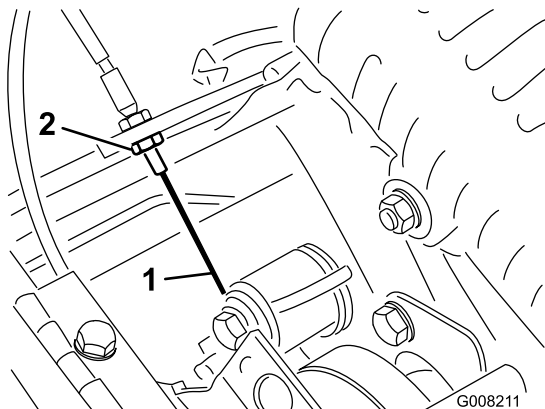

Figura 43
3. Per aumentare la tensione del cavo allentate il controdado del cavo anteriore e serrate il controdado del cavo posteriore (Figura 43) finché non occorre una forza di 3–4 kg per innestare il comando della trazione. Misurate la forza alla manopola di comando.